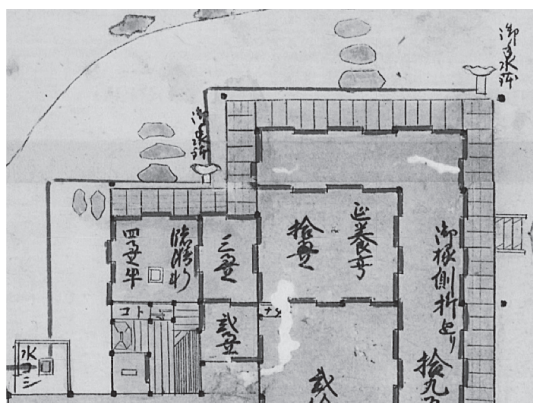

図1 1771年の延養亭付近の図。水漉しと手水鉢二個が見える
つまり、1712年に無くなったと思った水路は地下水路になっていたのだ。わざわざ水車で持ち上げた水をなぜまた地下に降ろすのか？ 疑問が深まるというより、興味が増す。底樋によって水はどこへ導かれているのか？ それは1771年の絵図に詳しい。その部分を図1に示す。この図は1771年の絵図のごく小さな一部で、延養亭と臨瀟軒とが左右に並び、上が東、右が南となっている。この図は池田家文庫の許可を得て、電子的にコピーをとり、本紀要の規則でカラーは使えないのでグレイスケールで
①水路 ⇒ ②水車 ⇒ ③底樋 ⇒ ④水漉し ⇒ ⑤底樋 ⇒ ⑥手水鉢 ⇒ ⑦底樋 ⇒ ⑧手水鉢
というのが「水」の園内に入ってから行程である。図1に即していえば、上記の⑥が臨瀟軒前の手水鉢、⑧が延養亭前の手水鉢に該当する。この水の流れを調べるとして、ある水塊にある瞬間になにか印をつけて追跡したとしたら、どんな動きをしているだろう。なにか基準面を想定し、そこからの高さがどう変わっていくかを考えよう。基準面としては例えば瀬戸内海の平均海面とかが適当だろう。水車の場所以外、水は低い方に流れるのだから、②から③へ、③から④へ、④から⑤へ、⑤から⑥へ、⑥から⑦へ、⑦から⑧へ、となるか？ 例えば⑤底樋から⑥手水鉢へと移った水は上記の ① ⇒ ⑧ の系外へ出てしまう。もし、⑤からの水が全部⑥手水鉢へ出てしまったら、⑦底樋に入る水は無くなり、従って⑧手水鉢へは水が送られない。水車の働きが悪いと腹をたてられた殿様は、こういう状態を見て、そう言われたのではないか。だとすれば、水車の働きのせいではなく、臨瀟軒前の手水鉢への底樋の出口が低過ぎたのではないかということになる。